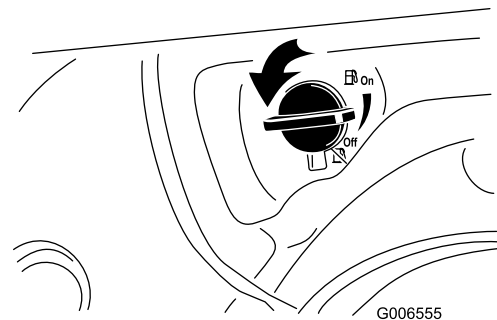

Bild 19
2. Drehen Sie den Kraftstoffhahn eine Vierteldrehung nach links, um ihn zu öffnen (Bild 19).